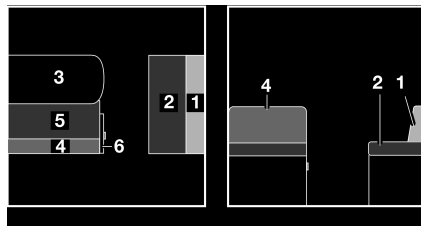

Fig. 120 Antes de la transformación
- Ampliar la mesa (Fig. 120,3) y transformarla en base de cama (véase apartado 7.7).
- Tirar del asidero y abrir la trampilla (Fig. 120,6).